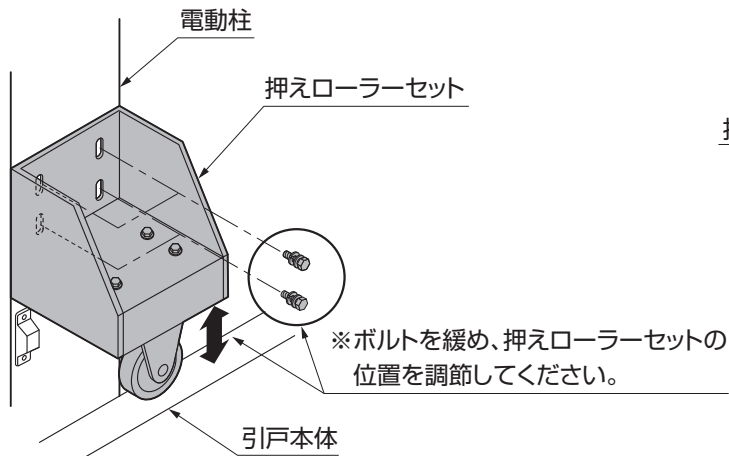

図17-3
- ②引戸を閉めた状態で、押えローラーセットのローラーと引戸本体が浮かないよう、押えローラー取付けボルト (M6 × 15六角ボルト) で調節してください。(図17-3参照)